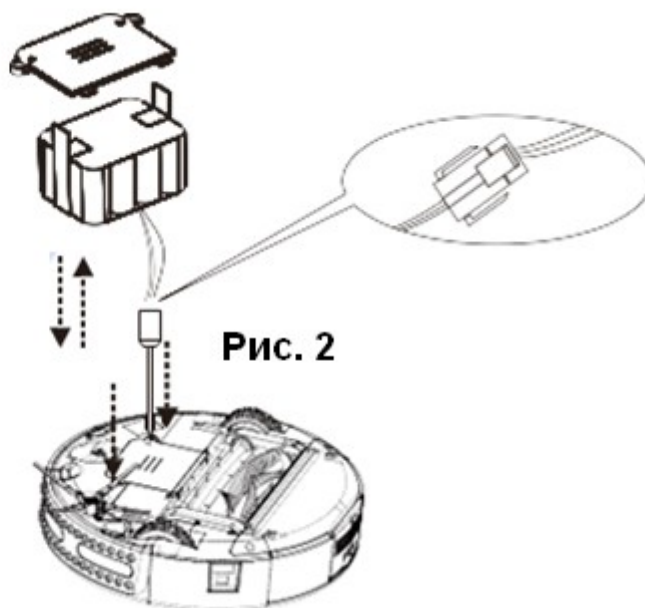

Рис. 2
2. Соедините контакты аккумулятора с устройством (как показано на рис. 2).